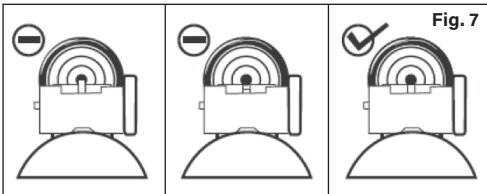

Fig. 6
3. Le couvercle du chargeur face à la plaque de l'arme à air comprimé, insérez le chargeur depuis le côté droit et poussez-le vers l'intérieur jusqu'à ce qu'il s'enclenche en place (Fig.6).